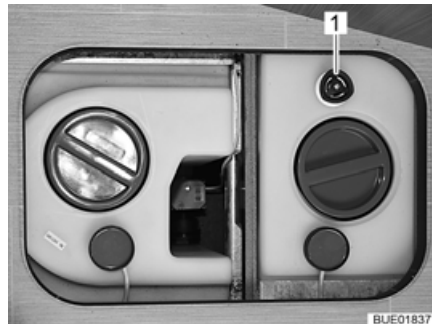

Fig. 193 Serbatoio dell'acqua con maniglia girevole
- Sul serbatoio dell'acqua ruotare la maniglia girevole (Fig. 193,1) in senso antiorario, oltre la resistenza verso l'esterno fino all'arresto, per aprire completamente l'apertura di scarico.